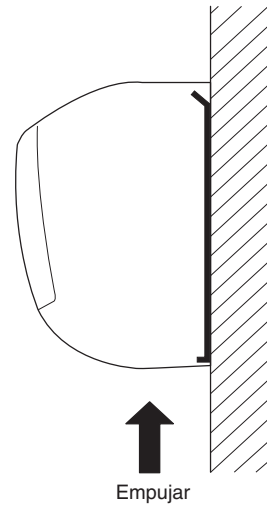

Fig. 3-33
- (3) Presione las 2 Δ marcas de la parte inferior de la unidad interior y desenganche las lengüetas. A continuación, levante la unidad interior y proceda a su desinstalación. (Fig. 3-33)